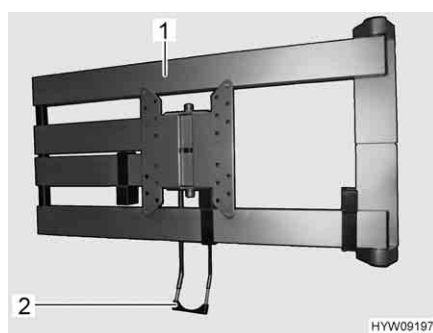

Fig. 68 Braccio snodato (raffigurato senza schermo piatto)
- Tirare la staffa di sbloccaggio (Fig. 68,2). Il braccio snodato (Fig. 68,1) è sbloccato.